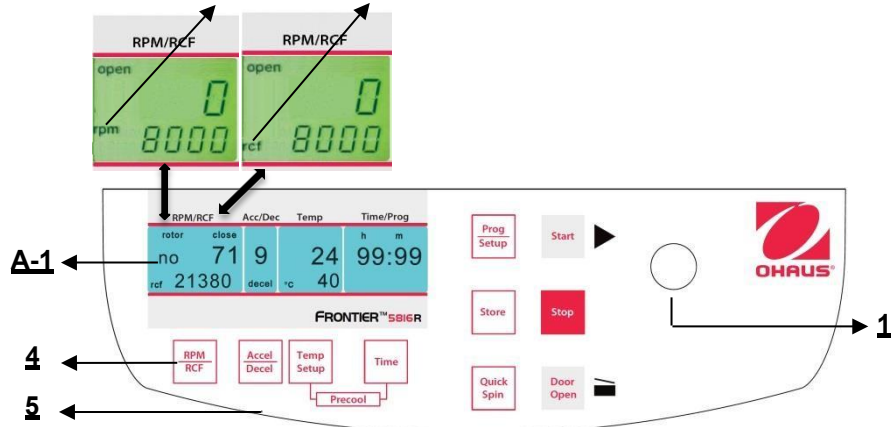

Figura 19
Questa preselezione è attivata mediante il tasto **"RPM | RCF"** (4) (fare riferimento alla figura 19 qui di seguito). Premendo una volta il tasto, la parola **"rpm"** (M5) lampeggia. Premendo due volte il tasto, è possibile selezionare la preselezione delle forze centrifughe. Poi compare la parola **"rcf"** (M6) lampeggiante. Si possono impostare i valori desiderati mediante la manopola di regolazione (1). Nel display (A-1), il valore regolato è visualizzato in permanenza, prima, durante e dopo **M5** ziona **M6**.